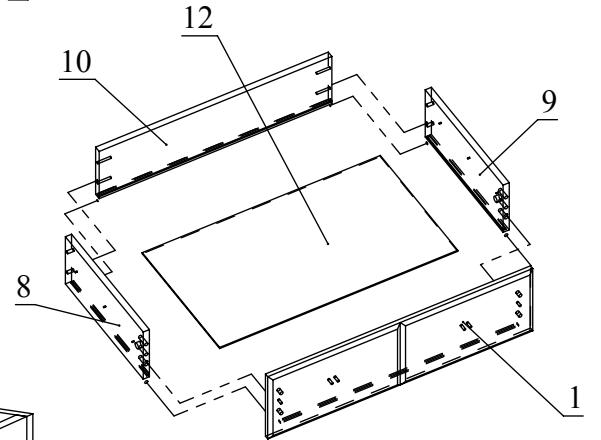

Рис.7
5. Соберите ящики. Для этого соедините деталь 10 с деталями 8 и 9 с помощью конфирматов. Затем вставьте деталь 12 в пазы деталей 8,9 и 10, соедините деталь 1 с деталями 8 и 9 и затяните головки минификсов. С помощью винтов М4х20 закрепите ручки на деталях 1. (Рис. 7)